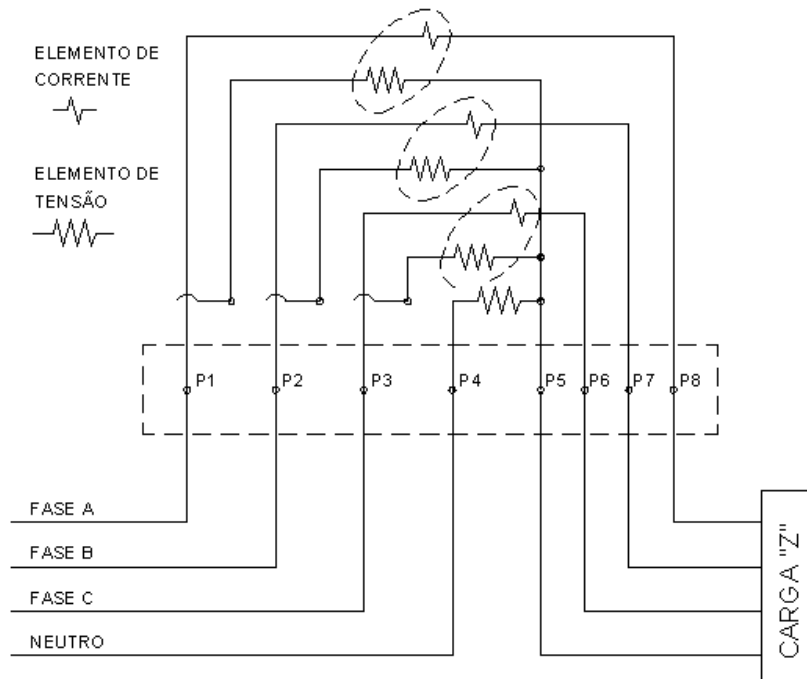
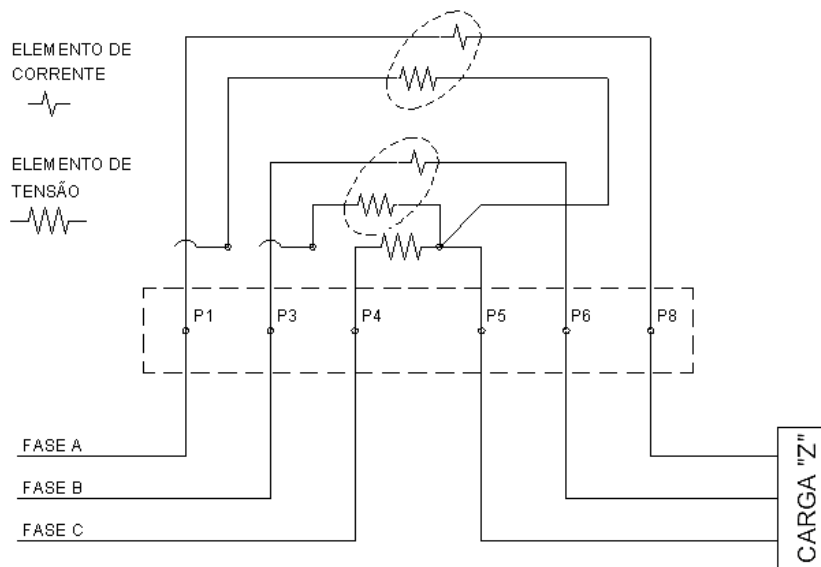

Figura 18: Ligação 4wyE sem uso de TC's ou TP's.
Figura 19: Ligação 3dEL sem uso de TC's ou TP's.
- 3º Conecte os cabos de tensão de acordo com a forma de conexão desejada, como mostram os esquemas de ligação das figuras Figura 18 e Figura 19;